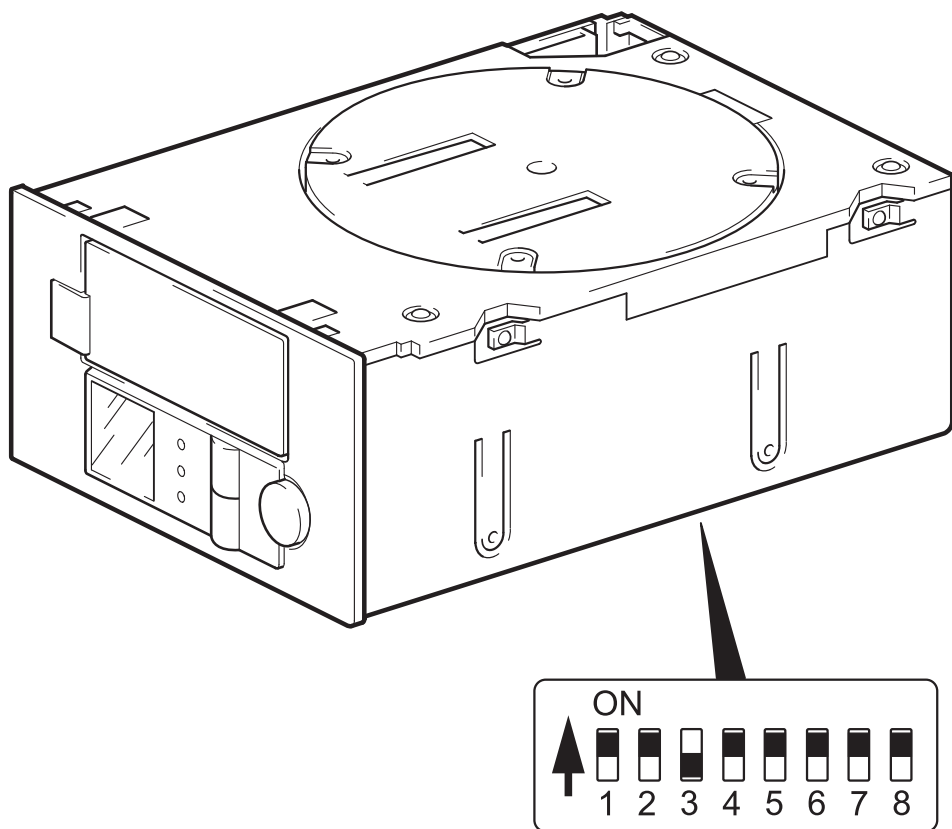

Figura 5: verificar as chaves de configuração UNIX
- 2 Se necessário para a sua configuração UNIX, altere as chaves de configuração localizadas no lado inferior do autoloader dos ajustes predefinidos mostrados na figura 5.